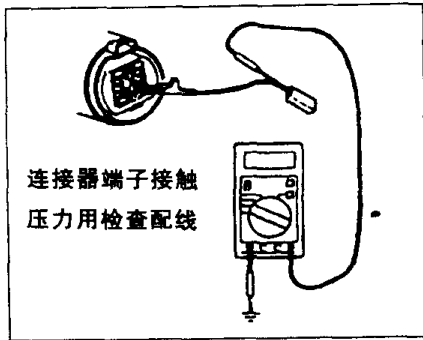

图 1-1-6
(1) 检查插座端子时，使用专用工具(连接器端子接触压力用检查配线)，如图 1-1-6 所示。检查时切勿用力将测试棒插入，否则会导致接触不良。